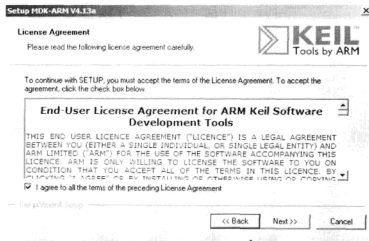

图 4.4.2 勾选 Keil MDK 安装协议
- ② 单击 Next, 选中安装协议, 如图 4.4.2 所示。